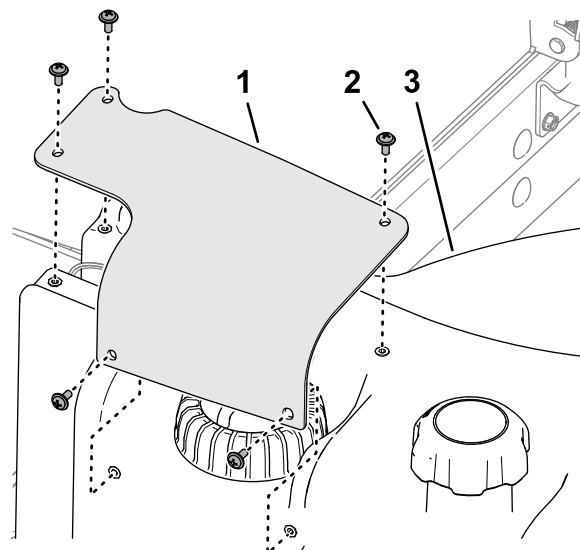

Figura 82
2. Retire los 5 tornillos Phillips que sujetan la tapa del sensor de combustible al depósito de combustible, y retire la tapa (Figura 82).